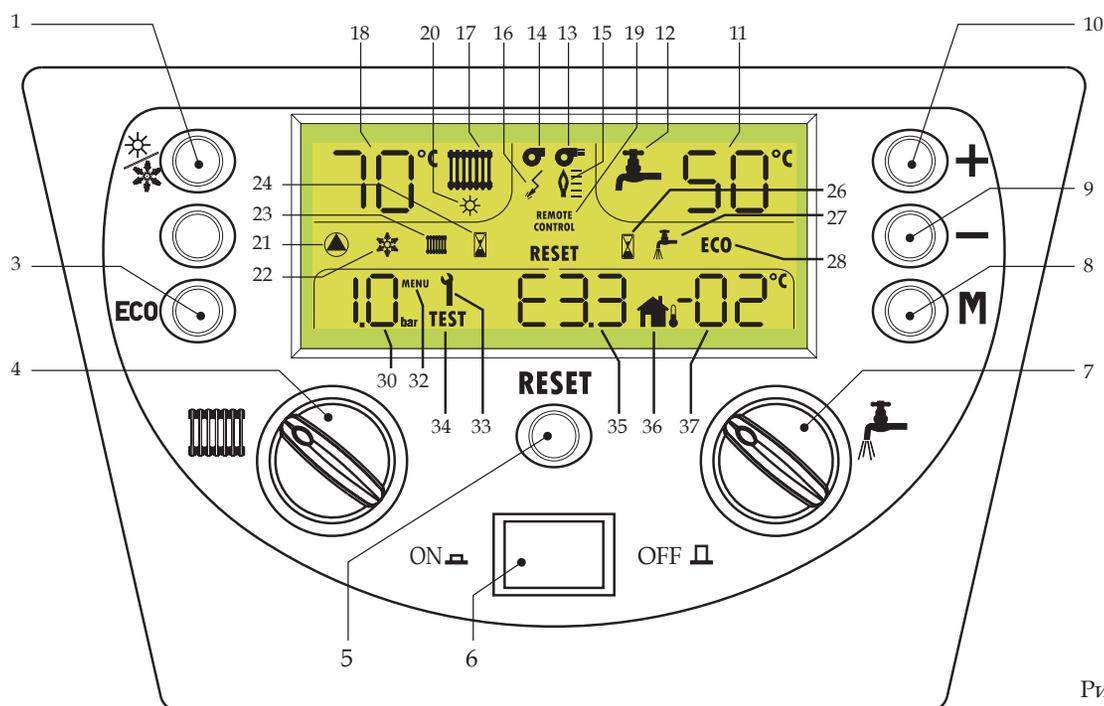

Рис. 1
В комфортном режиме котел греет воду до температуры, заданной ручкой 7, в экономичном режиме на рев накопительного бойлера исключается, и котел работает только на нужды отопления. Для включения/отключения режима COMFORT достаточно нажать клавишу 3 (ECO  - 3 рис. 1). Когда включен режим Комфорт, надпись ECO исчезает с дисплея.
Клавиша ПЕРЕЗАПУСК служит для возобновления работы котла в случае его блокировки. Для перезапуска котла нажать клавишу 5 (ПЕРЕЗАПУСК (RESET) - рис. 1).
- На **ж** клавишу ВКЛ/ВЫКЛ (ON/OFF) (см. рис. 1)
На **ж** клавишу ВКЛ/ВЫКЛ (ON/OFF) (см. рис. 1)
Для выбора одного из двух режимов достаточно нажать клавишу 1  (рис. 1).